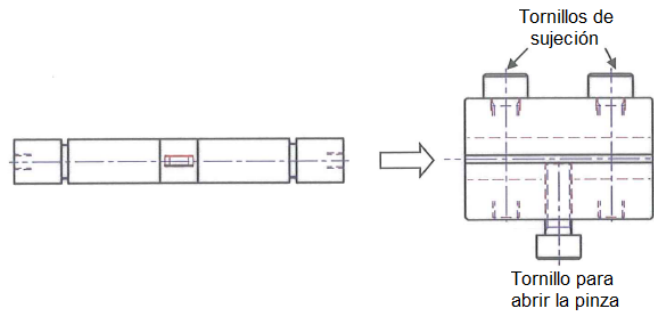

Figura7. Pinza de sujeción de la celda de presión para presurizar la muestra.
1. Insertar la celda de presión en la pinza. Ajustar los dos tornillos de sujeción; el tercer tornillo es para abrir la pinza (ver Figura7).